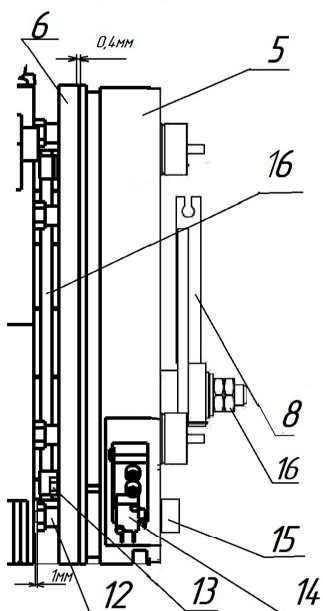

Рис.6
2)ослабить крепление 6-ти винтов М10х100 (15) и направляющих (12) выдержав зазор 1мм см. Рис. 6;
3)выставить равномерно зазор 0,4мм между полудиском и корпусом тормоза, вращая винт (15) см. Рис 6. Если не удастся получить зазор 0,4мм, дополнительно ослабьте гайки крепления рычага, рычаг должен колебаться вокруг оси на  $\pm 2^\circ$  ;
Снять рычаги растормаживания (11), снять энкодер (5) см. рис.3, открутить винты (15) рис.6 и снять тормоз. Снять тормозной диск (16) рис.6.
При сборке обезжирить соприкасающиеся поверхности полудисков (6) рис.6 с дисковым тормозом ацетоном, дать высохнуть. Настроить тормозную систему см. п.7.4.
На разъеме сверху у кабеля должно быть наличие «ключа» в виде выступающей части или треугольника см. рис.6.